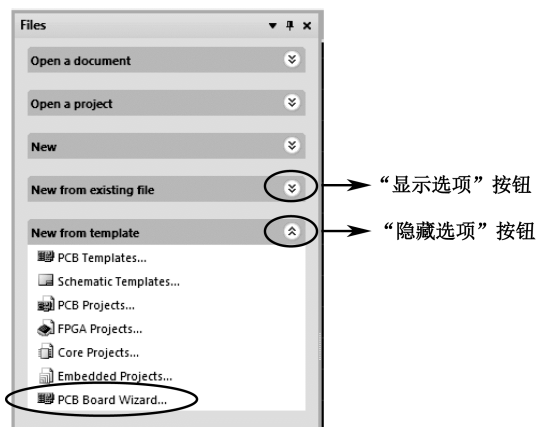

图 3.2.6 选择“PCB Board Wizard”命令
(1) 在窗口左边的工作区面板“Projects”选项卡底部, 单击“Files(文件)”标签, 切换到“Files”面板, 如图 3.2.6 所示。单击“隐藏选项”按钮^①, 将其他选项隐藏, 显示最下方的“New from template(根据模板新建)”选项, 执行该选项中的“PCB Board Wizard(新建 PCB 板向导)”命令。